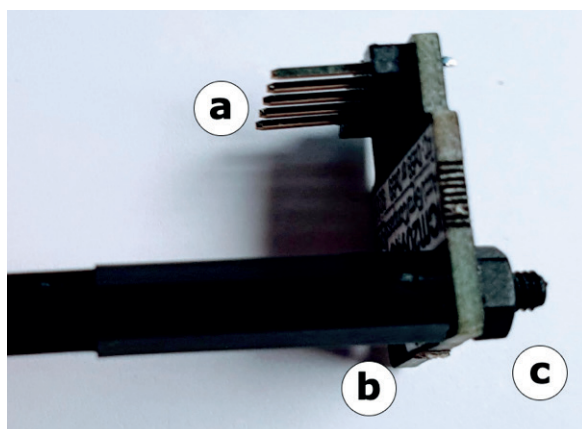

Рис. 12.7. Установка IMU на стойку
2. Как показано на рис. 12.7, вставьте резьбу стойки в отверстие напротив маркеров осей IMU (a). Контакты (b) должны быть обращены вниз к стойке. Резьба входит в отверстие достаточно плотно. Закрепите конструкцию гайкой (c).